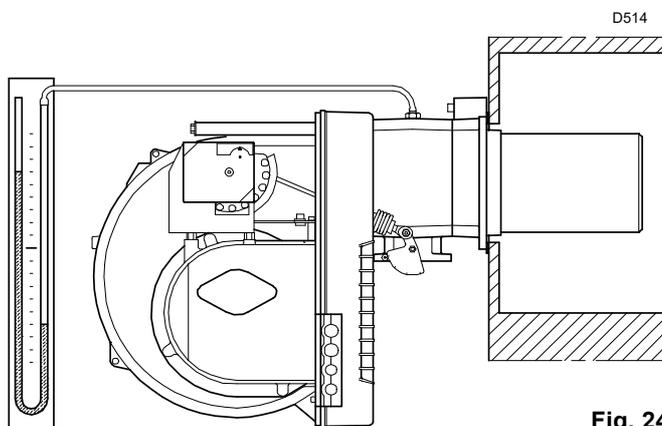

Fig. 24
- Monter un manomètre en U (Fig. 24) sur la prise de pression du gaz du manchon.
L'arrivée de gaz au manchon est mise en évidence sur le manomètre en U (Fig. 24).
À titre d'exemple, il est possible de l'obtenir à partir des Tab. F à la page 20, il suffit de lire la pression du gaz sur le manomètre en U de la Fig. 24 à la page 24, et de suivre les indications données à la page 20.